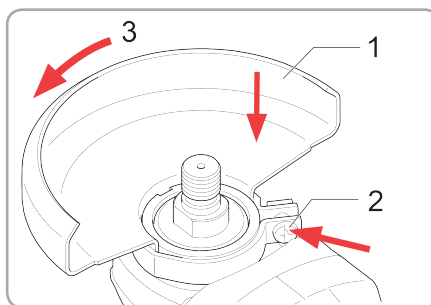

Fig.5
- Montați apărătoarea și prindeți-o cu șurubul de fixare Fig.5.
- Strângeți bine șurubul Fig. 5 (2).
- Pentru a schimba poziția apărătoarei trebuie slăbit șurubul de fixare Fig. 5 (3).